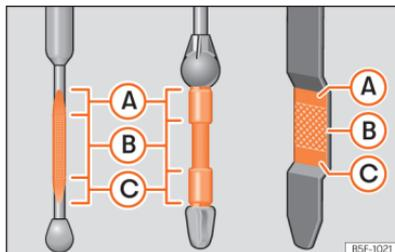

Fig. 232 Vareta de medição do nível de óleo.
- Em seguida, retire-a novamente e verifique o nível do óleo >>> **Fig. 232**. Caso seja necessário, reponha óleo do motor.
- Quando o nível de óleo atingir pelo menos a zona >>> **Fig. 232 B**, enrosque a tampa do bocal de enchimento com cuidado >>> .